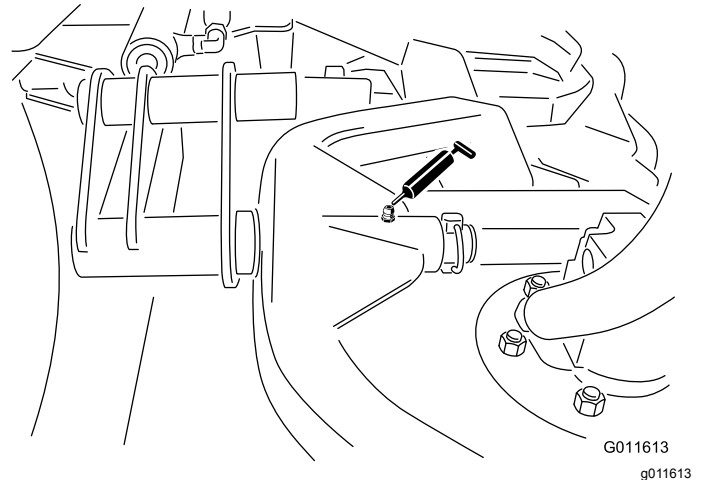

Figura 60
- Pivote del bastidor de tiro de la unidad de corte (1 en cada)—Figura 60